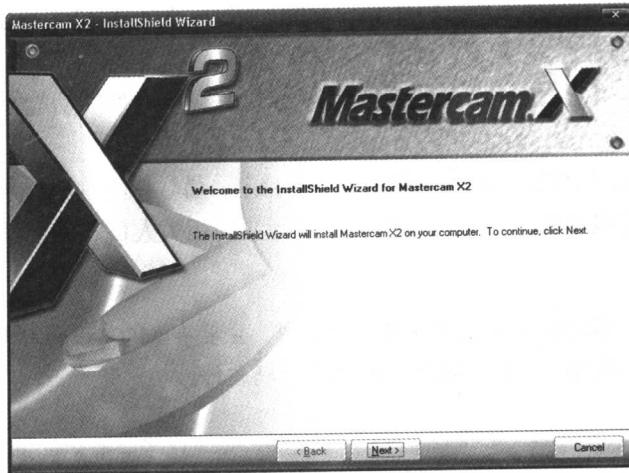

图 1-1 Mastercam X2 安装界面
(1) 双击 mastercamx2-web.exe 文件，待软件自动解压缩完成后，自动打开 Mastercam X2 安装界面，如图 1-1 所示。